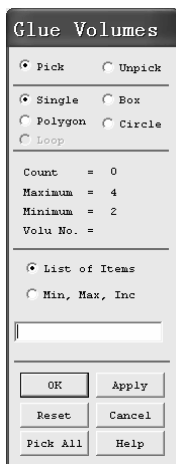
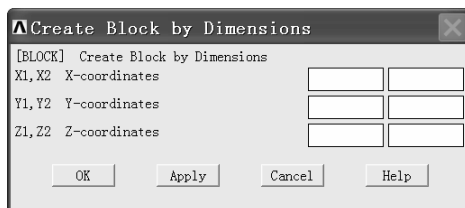

图 2-143 “Glue Volumes”窗口
图 2-144 “Create Block by Dimensions”窗口
(11) 依次选择 Main Menu>Preprocessor>Modeling>Operate>Booleans>Glue>Volume, 弹出“Glue Volumes”窗口(见图 2-143)。
(12) 单击“Glue Volumes”窗口中的“Pick All”按钮, A 圆筒的四个分块合成一个整体。之所以将 A 圆筒分成四个分块然后又合在一起是为了以后可以划分出高质量的单元。
(13) 依次选择 Main Menu>Preprocessor>Modeling>Create>Volumes>Block>By Dimensions, 出现“Create Block by Dimensions”窗口(见图 2-144)。